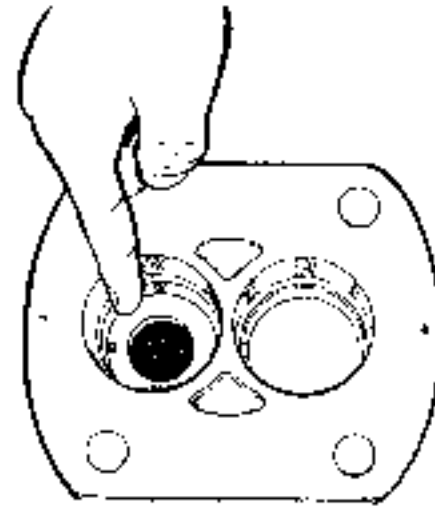

Fig. 17
3. Insert shaft seal ⑧ into bearing case ②. (Fig. 17)
3. シャフトシール(8)をベアリングケース(2)に入れる。(Fig. 17)